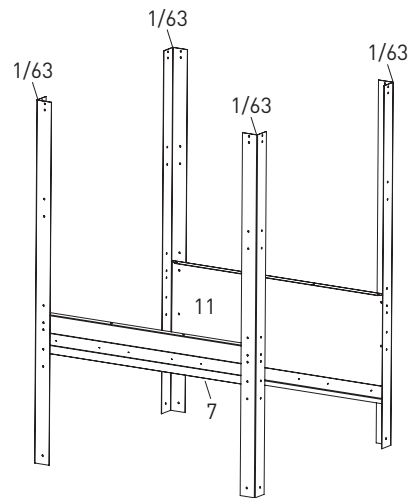

Fig. 6 Standwinkel-Einheiten mit Verbinder
1 Verbinder längs (7), 1 Verbinder unten rückwärts (11) verschrauben. Alle Schrauben von außen nach innen stecken, Mutter innen aufschrauben und nur von Hand festziehen – Fig. 6.